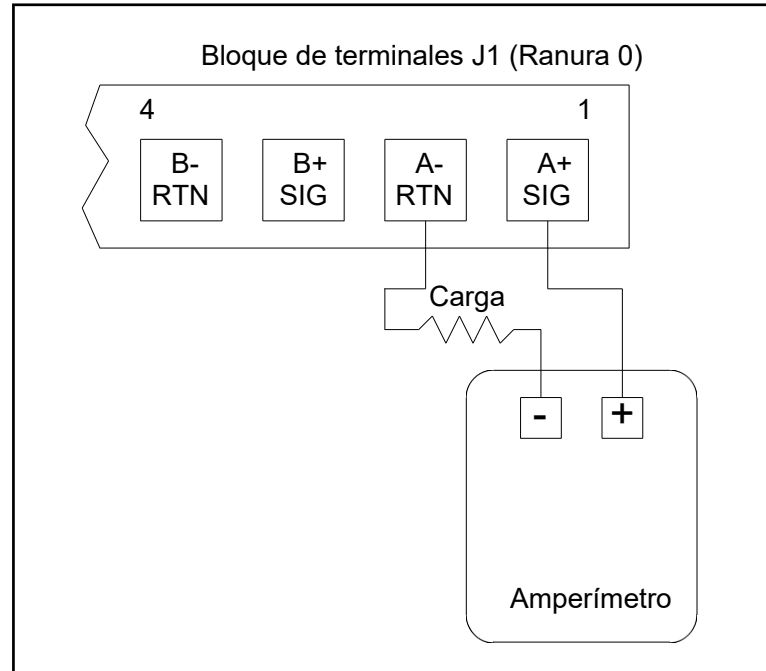

Figura 11: Conexión del amperímetro (salida A)
Prepare la calibración insertando un amperímetro en serie con la carga de la salida analógica A en el bloque de terminales J1, como se muestra en la Figura 11 a continuación.
- IMPORTANTE:** El procedimiento para calibrar la salida B es idéntico al de calibrar la salida A. Sin embargo, al calibrar la salida B, asegúrese de volver a conectar el amperímetro en el bloque de terminales J1. Consulte la Figura 11 en la página 39 para ver los números de patilla correctos.